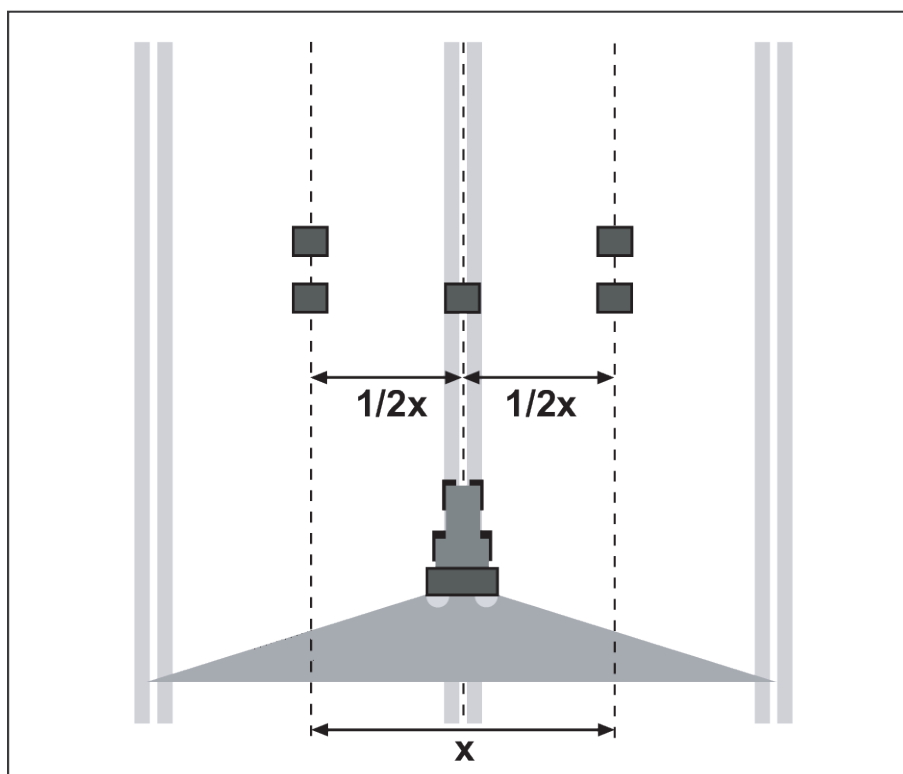

Рис. 53: Розстановка для одного проходження
- ▶ Установіть по два приймальні піддони на відстані **1 м** один від одного в зонах перекривання (між технологічними коліями) і один приймальний піддон у колію руху (відповідно Рис. 53)